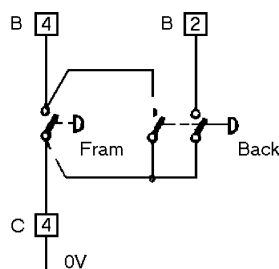

Fig 13
- Commande à distance de mouvement de translation manuel, voir fig 13 à la page 47.